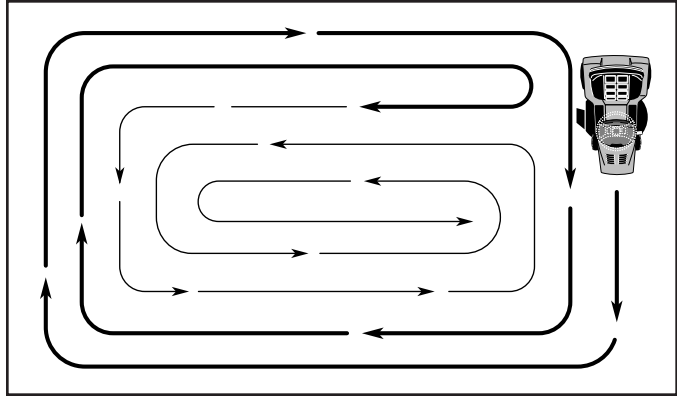

Fig. 13
- Pour tonde une grande surface, on vous conseille de commencer par tourner à droite, de façon à ce que l'herbe ne soit pas déversée sur les arbustes, les clôtures, les allées, etc. Après un ou deux tours, tondez en sens inverse en tournant à gauche jusqu'à ce que le travail soit achevé (Voir la Fig. 13).